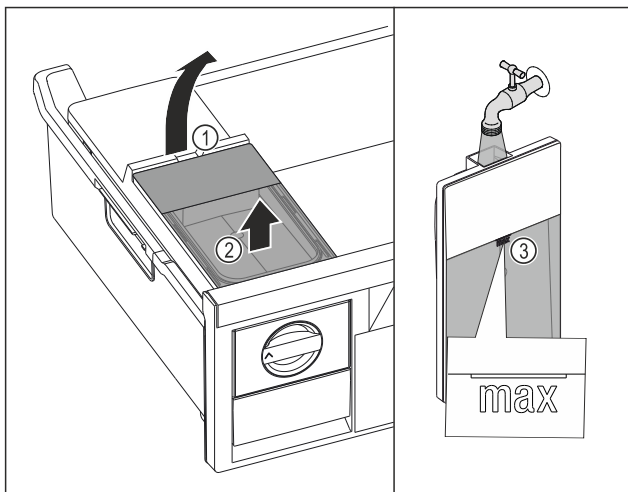

Fig. 150
- Løft vandtanken op til udsparringen Fig. 150 (1).
- Tag vandtanken ud fra oven. Fig. 150 (2)
- Fyld vandtanken med drikkevand op til mærket Fig. 150 (3).